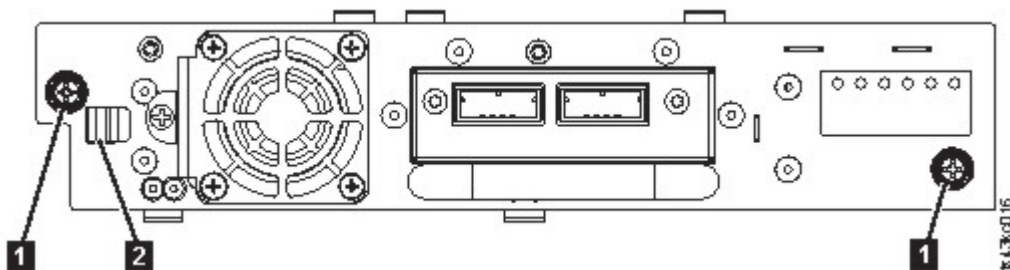

図 61. ドライブのアンロック
- テープ・ドライブの青い拘束つまみねじ (図 61 の **1**) を緩めます。ロック・レバー (図 61 の **2**) を右側に押し、ドライブの下部を支えながらテープ・ドライブ・ハンドルまっすぐ引き出して、ドライブを装置から取り外します。